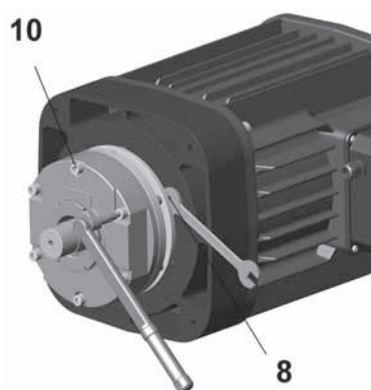

fig. 151
8. Ricollocare le tre viti -7- nella sede originale sulla ghiera -8- riavvitandole sul ceppo -9- (fig. 151).